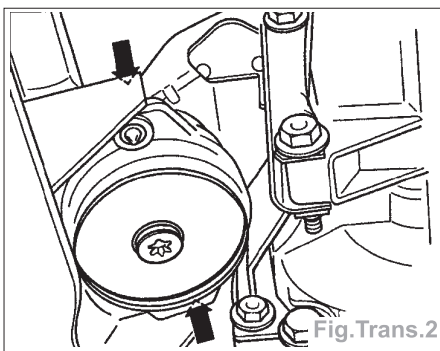

Fig.Trans.2
- Dévisser le silentbloc à l'arrière du berceau (flèches) (Fig.Trans.2).